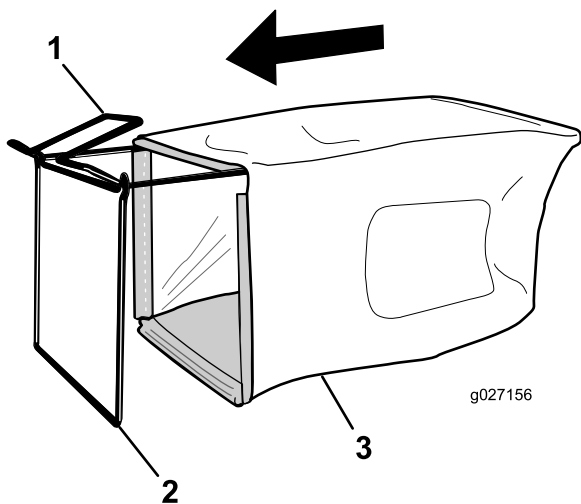

Figura 6
1. Infilate il cesto di raccolta sopra il telaio come illustrato in Figura 6.
Nota: Non infilate il cesto sopra alla stegola (Figura 6).